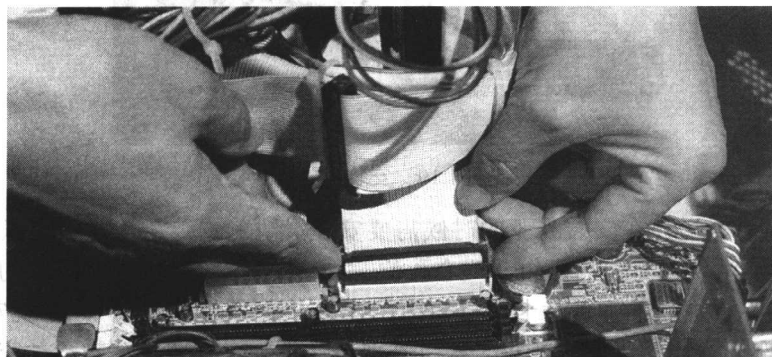

图 1.17 安装 IDE 数据线
3) 先在硬盘上的 IDE 口上将 IDE 数据线插好, 然后再将其插紧在主板 IDE 接口中, 如图 1.17 所示。如果 IDE 线无防插反凸块, 在安装 IDE 线时需本着以 IDE 线上有“红线一端对电源接口”的原则进行安装。